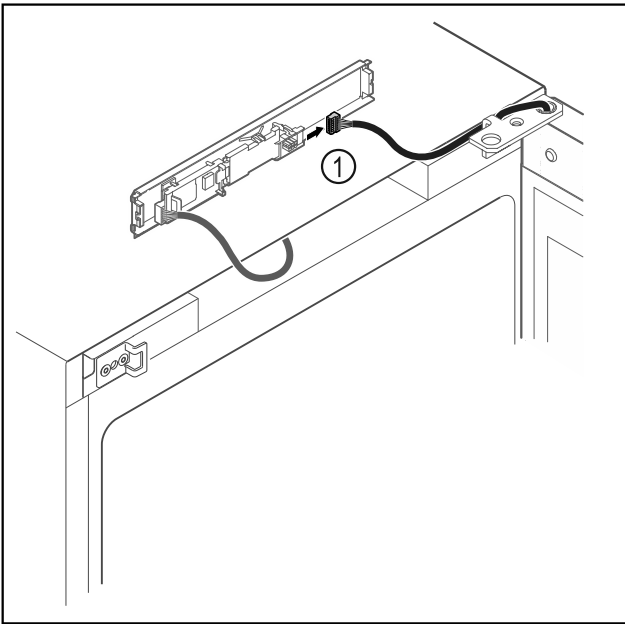

Fig. 14
- Desenchufar el conector Fig. 14 (1) de la platina.